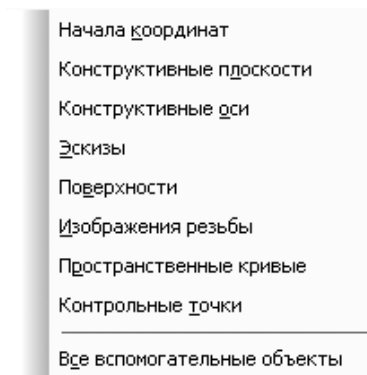

Рис. 2.14. Всплывающее меню пункта **Скрыть** выпадающего меню пункта **Вид** главного меню
- **Скрыть** вызывает всплывающее меню, показанное на рис. 2.14.